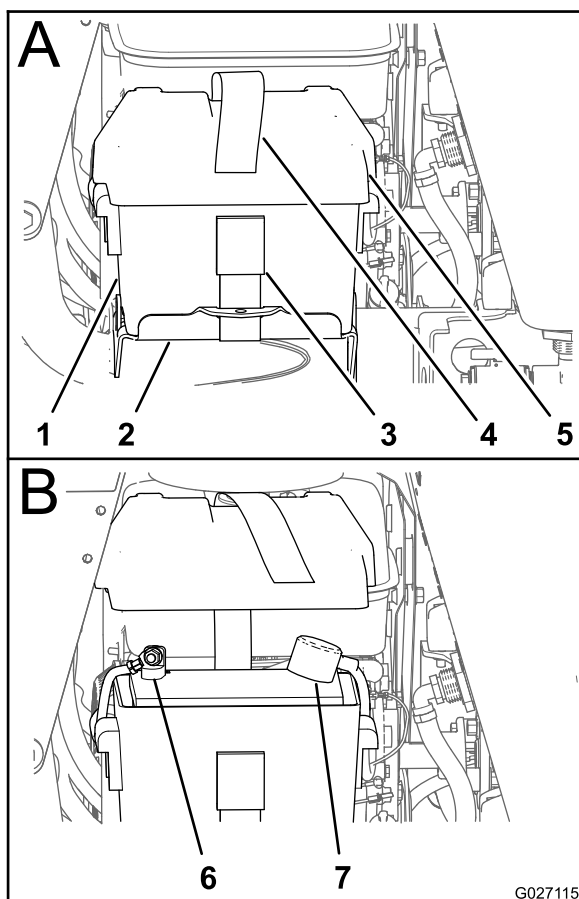

Figura 80
2. Retire el extremo libre de la correa de la batería de la hebilla, y retire la tapa de la batería de la caja de la batería (Figura 80).
5. Si el cable positivo también está desconectado, conecte el **cable positivo (rojo)** al borne positivo de la batería y coloque la cubierta sobre el borne positivo (Figura 80).
7. Alinee la tapa de la batería con la caja de la batería y sujete la tapa y la caja a la bandeja de la batería con la correa de la batería (Figura 80).
2. Retire la tapa de la batería (Figura 80); consulte el paso 2 de Comprobación de la carga de la batería \(página 68\).
6. Alinee la tapa de la batería con la caja de la batería y sujete la tapa y la caja a la bandeja de la batería con la correa de la batería (Figura 80).